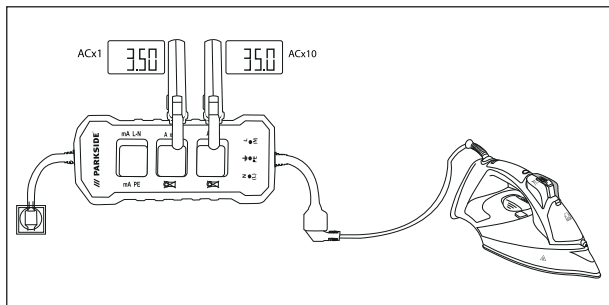

Fig. 1
- 1) Ligue a ficha Schuko ❸ do aparelho a uma tomada.
- 2) Ligue a fonte de alimentação do equipamento terminal à tomada Schuko ❹.
- 3) Coloque a pinça de medição de corrente à volta dos pontos de medição **A x1** ❷ ou **A x10** ❸ e ligue o equipamento terminal.
- 4) Leia os valores de corrente do condutor no aro **A x1** ❷ ou divida o valor lido no aro **A x10** ❸ por 10 (ver fig. 1)